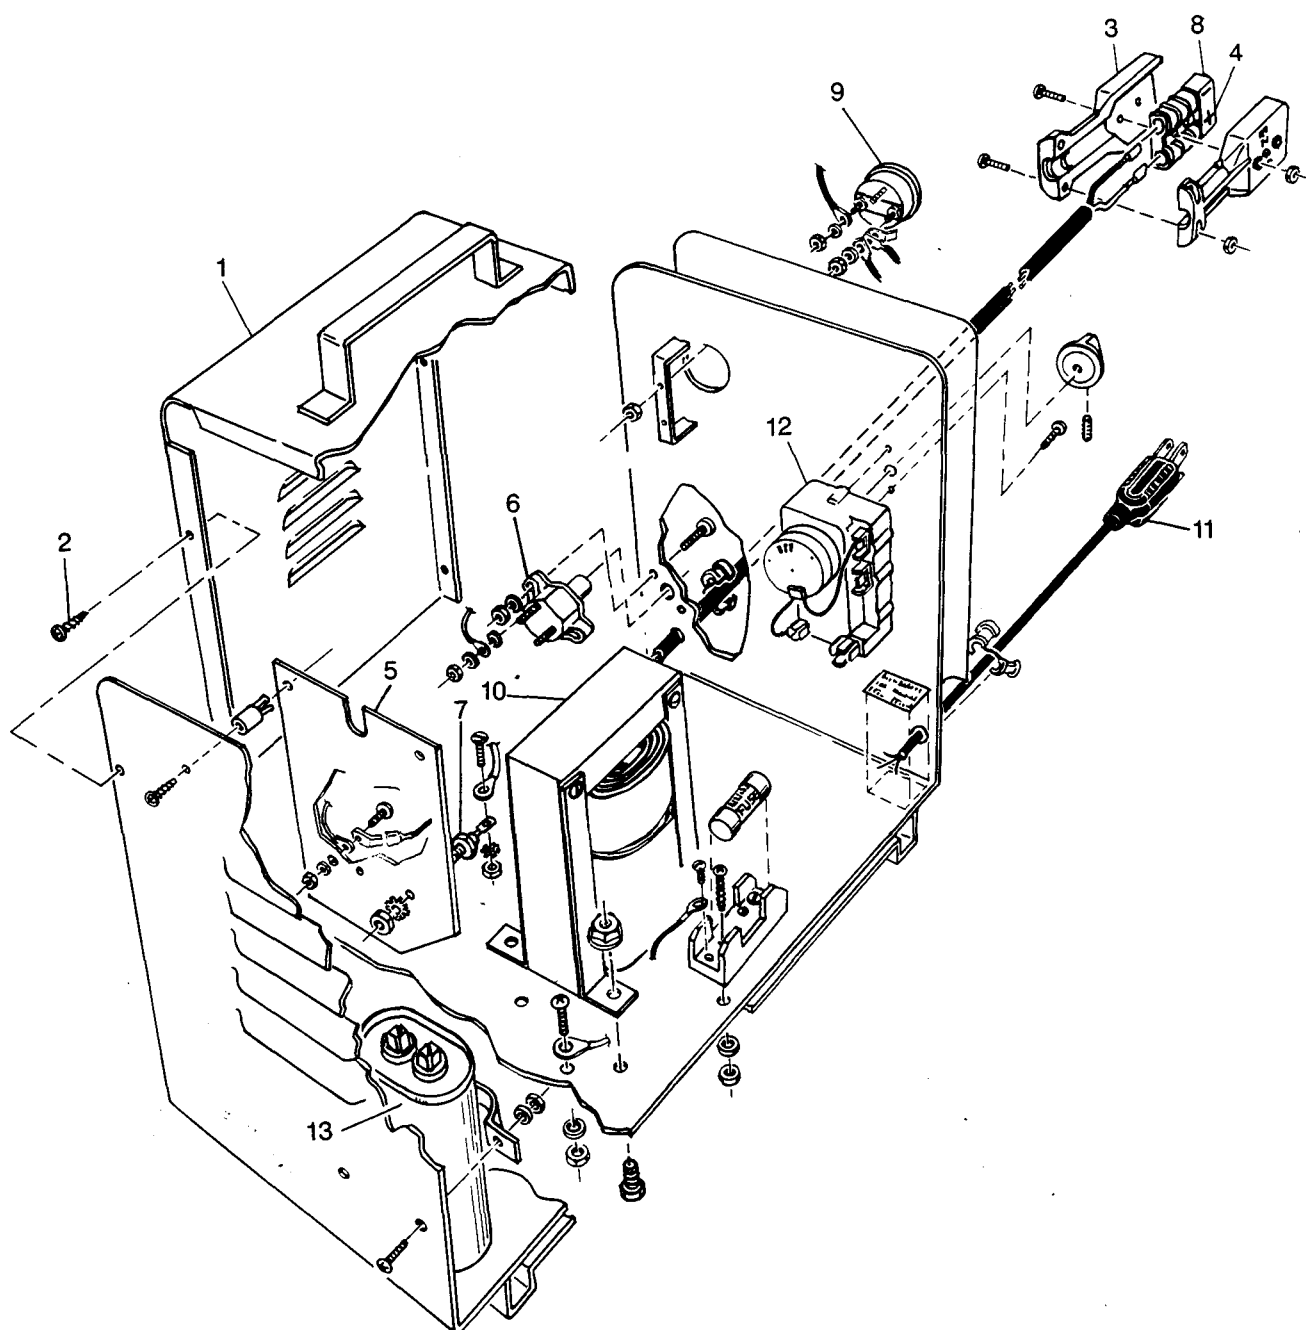

FIG. J-2 BATTERY CHARGER (STANDARD)
**CHARGER TROUBLE-SHOOTING (Fig. J-2, J-3)**